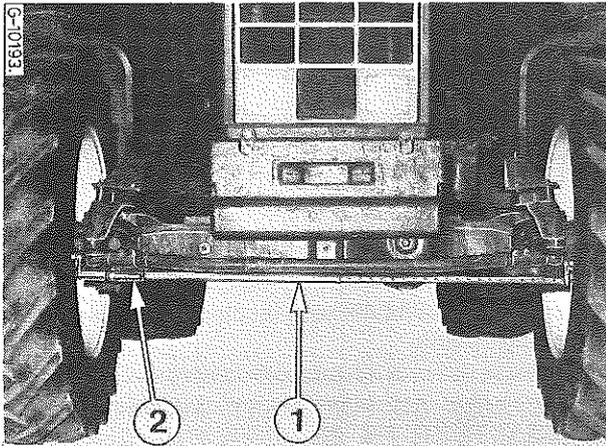

Figure 100
VERIFICATION DU PINCEMENT AVEC LA REGLE COULISSANTE (1) Fig. 100
Placez la règle coulissante (1) entre les pneus avant à hauteur du centre des moyeux, comme indiqué sur la Fig. 100.